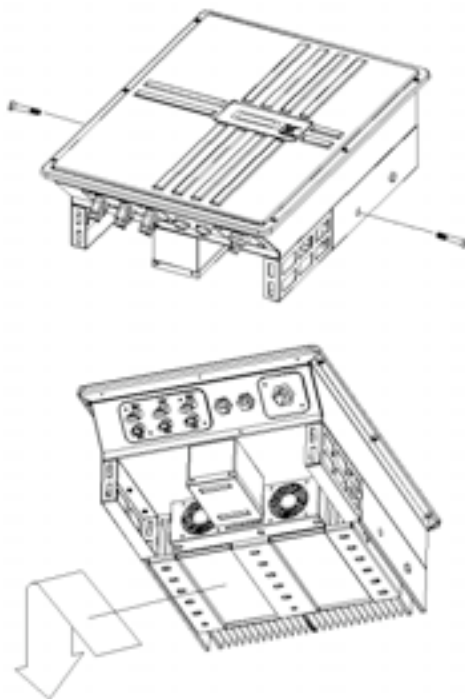

*Fig3.1.1 Distanze necessarie per l'installazione dell'inverter ISMG*
- Lasciare almeno 50 cm di spazio libero al di sopra e al di sotto dell'inverter per una migliore ventilazione (vedere Figure 3.1.1).